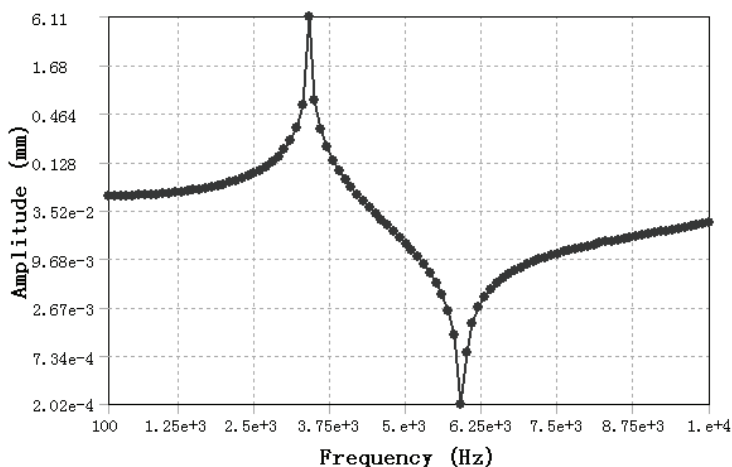

图 11-14 Y 向位移频率响应图
10) 在 Outline 树结构图中的 Frequency Response 上单击右键, 在弹出的快捷菜单中选择 Evaluate All Results, 此时进行求解, 求解后得到的图形如图 11-14 所示。